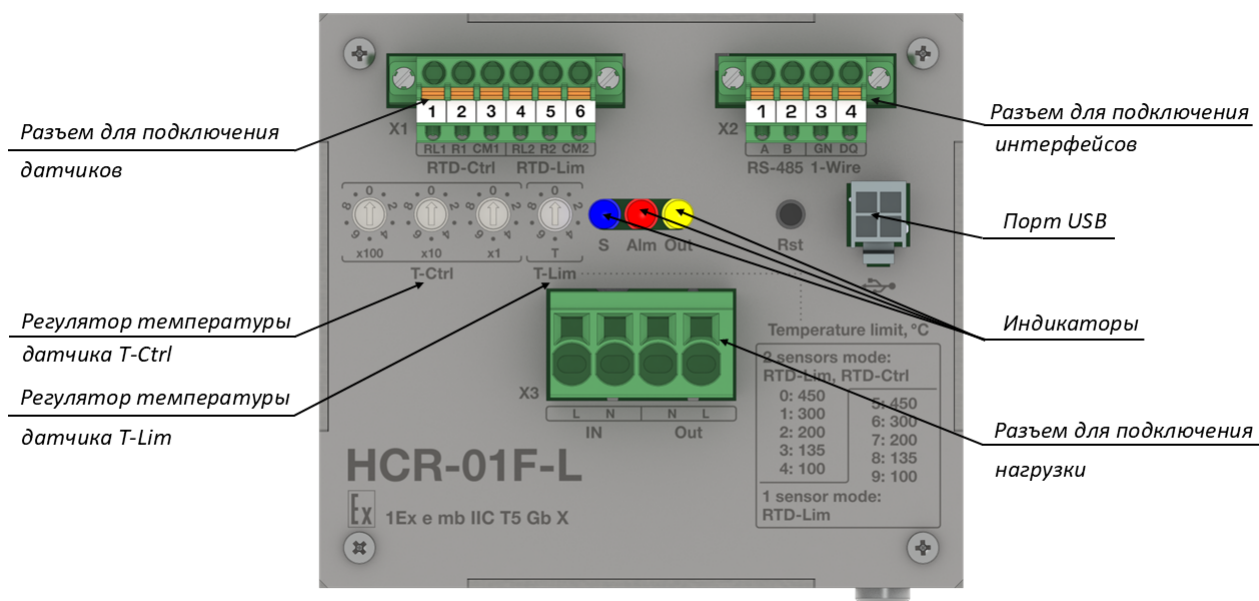

Рисунок 1.3 – Основные элементы на лицевой панели
На лицевой части корпуса расположены разъёмы для подключения датчиков («X1»), интерфейсов («X2»), подключения нагрузки («X3»), а также заземляющий зажим (рис. 1.3).
1.3.3.1 Процесс функционирования и текущее состояние устройства отображаются при помощи светодиодных индикаторов (рис. 1.3), назначение которых описано в таблице 1.2.